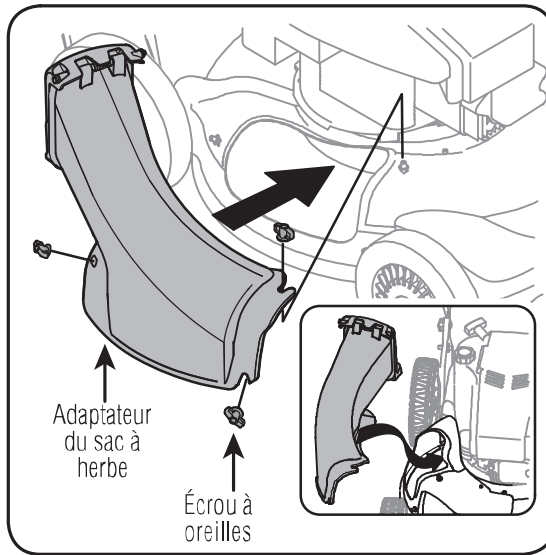

Figure 6
- Installez l'adaptateur du sac (voir la Figure 6) et attachez-le avec les écrous à oreilles. Vérifiez que le bord intérieur glisse sous le rebord du plateau de coupe.